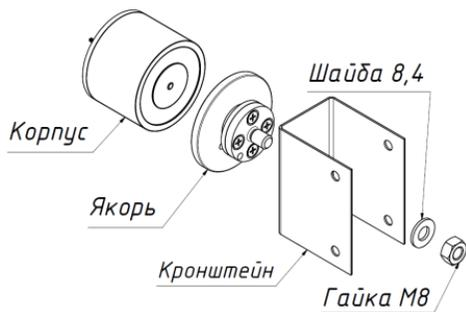

Рисунок 1 - Комплект поставки
3.1 Комплект поставки (рисунок 1):